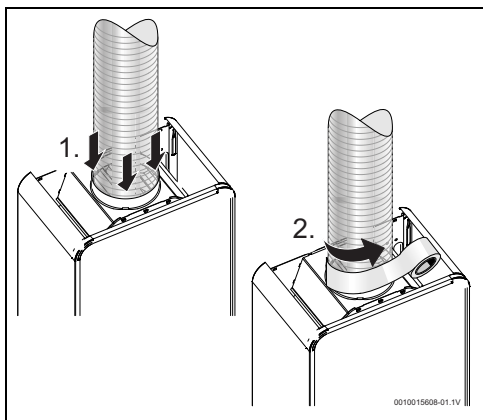

Fig. 12
- Estanqueización con material adecuado (fig. 12)